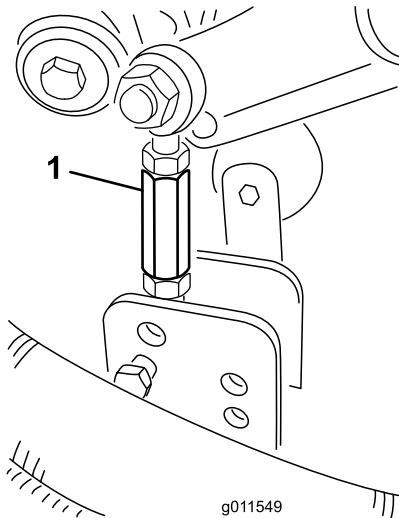

Bild 28
9. Entfernen Sie die Splints und Lastösenbolzen, mit denen die Stoßdämpferlenker an den Mähwerkhalterungen befestigt sind (Bild 28).